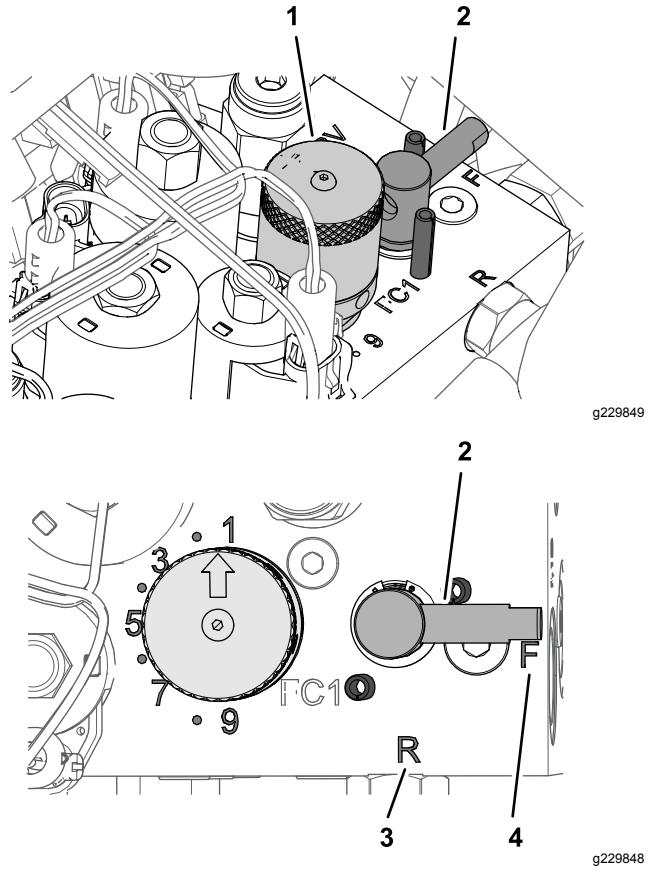

Рисунок 55
- Поверните рычаг заточки обратным вращением в положение R (Рисунок 55).
- Поверните ручку регулятора частоты вращения барабана на настройку 1 (Рисунок 55).